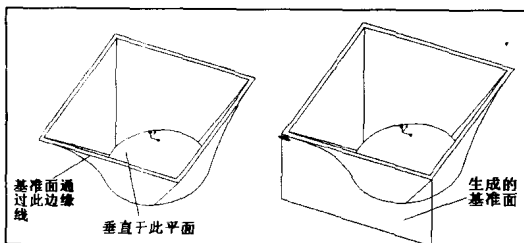

图1-3 【Normal】方式生成基准面
- **【Normal】**: 利用此种方式可以生成一个垂直于特征表面或一条直线的基准面。**【Normal】**通常和**【Through】**等方式结合使用, 使生成的垂直基准面通过某一条边, 如图 1-3 所示。